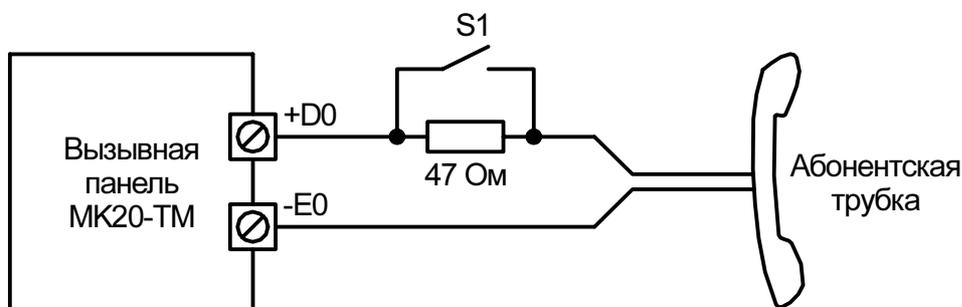

Рис. 3. Схема подключения абонентской трубки при настройке порогов компаратора.
Для удобства настройки рекомендуется собрать простейшую схему (рис. 3):
- 4.1. Замкните переключатель S1 (рис. 3) для исключения из линии дополнительного резистора.
- 5.1. Разомкните переключатель S1 (рис. 3) для включения в линию дополнительного резистора, имитирующего максимальное сопротивление абонентской линии.
Для настройки спикерфона абонентская трубка подключается так же, как при настройке порогов компаратора (рис. 3).